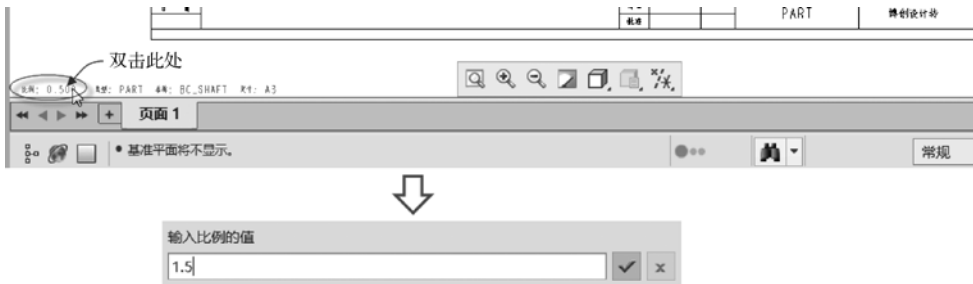

图 12-105 输入绘图刻度 (比例) 的值
- 6 在图形窗口的左下角区域，双击“比例：0.500”信息，接着在出现的文本框中输入“1.5”，如图 12-105 所示，接着单击“接受”按钮 ，或者按〈Enter〉键确定。此时在标题栏中显示的比例值也随之自动更新为“1.500”。